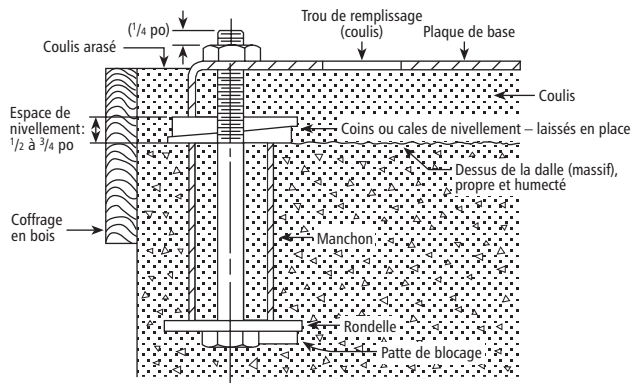

Figure 1
- Il est recommandé de remplir de coulis le vide entre la plaque de base et la dalle reposant sur une semelle de fondations solide (fig. 1).
- Comme le montre la figure 1, placer la plaque de base sur des coins de nivellement (deux à chaque boulon d'ancrage) et mettre la plaque au niveau avec les coins. L'espace (épaisseur) recommandé pour le coulis, entre la dalle et la plaque, est de 19-64 mm ($\frac{3}{4}$ -1½ po).